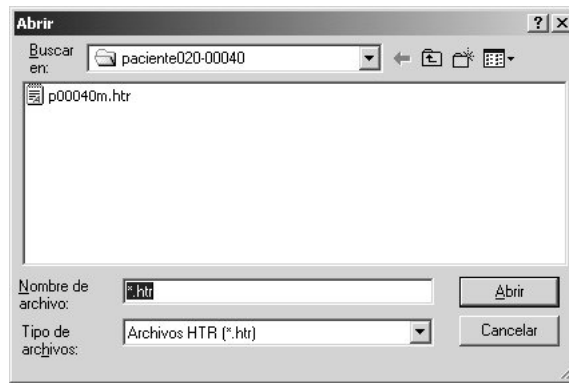

Figura 16
2. En el diálogo “Abrir” navegar hasta la carpeta de la monitorización, seleccionar el archivo *.htr (con extensión “htr”), y hacer clic en el botón “Abrir”. En la Figura 16 la carpeta de la monitorización es “c:\leegdata\paciente020-00040” y el archivo *.htr es “p00040m.htr”.